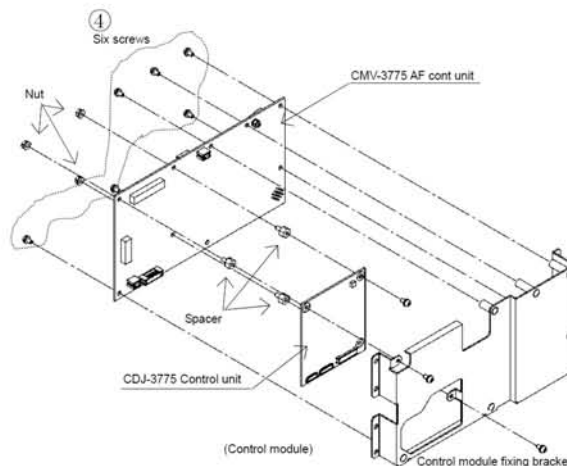

図 3 [Fig.3]
3. CMV-3775 AF コントロールユニットの交換方法 (図 3)Exchanging CMV-3775 AF Control Unit [Fig.3]